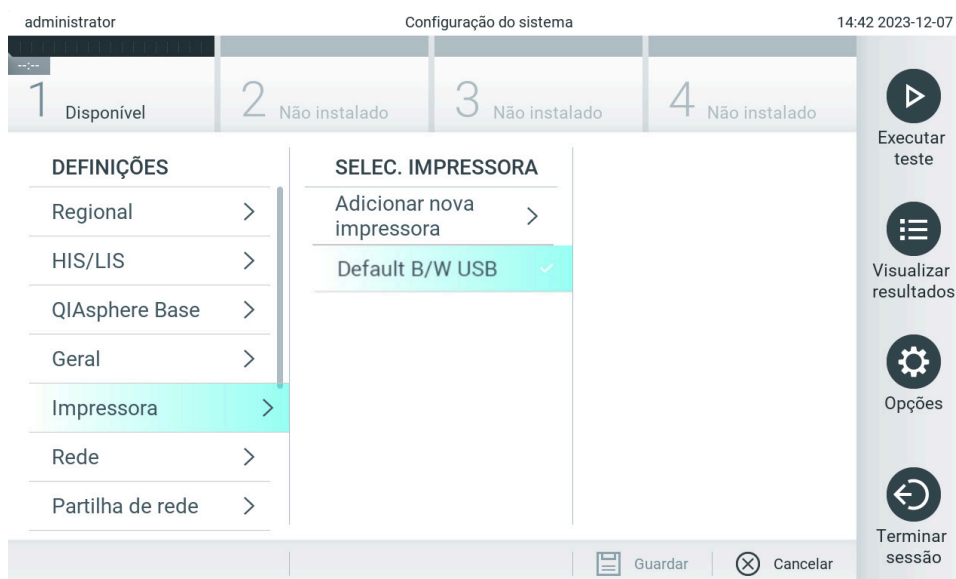

Figura 66. Seleção de uma impressora do sistema.
8. Selecione uma impressora na lista de impressoras disponíveis (Figura 66).